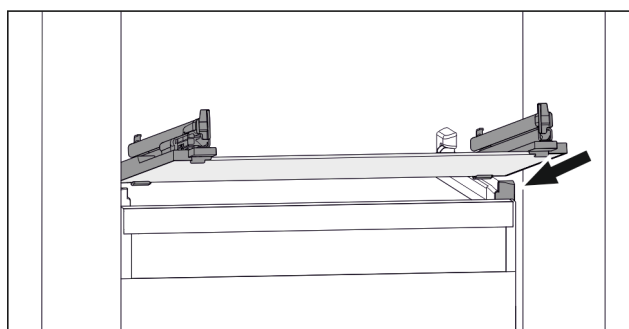

Fig. 47 Příklad znázornění skleněné desky
- ▶ Nasadte skleněnou desku šikmo za zářky. (viz Fig. 47)